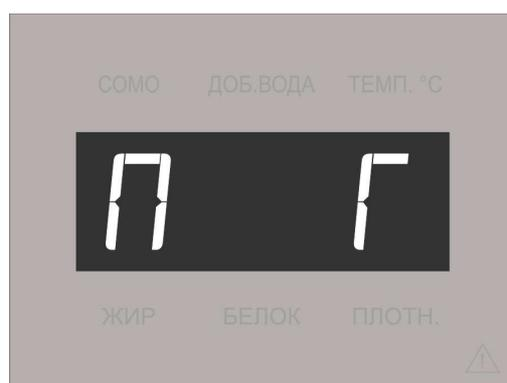

Рисунок 2.12 – Анализатор находится в режиме подкалибровки.
2.6.2.2 Коррекция нулей проводится только на **дистиллированной** воде. Перед началом работ провести три измерения дистиллированной воды в обычном режиме. Затем переключить анализатор в режим коррекции нулей. Для этого кратковременно отключить прибор выключателем, нажать кнопку «Режим» на передней панели и, не отпуская ее, включить прибор. На индикаторе высветится номер прибора, символ "П" (подкалибровка). После этого кнопку «Режим» следует отпустить (рисунок 2.12).